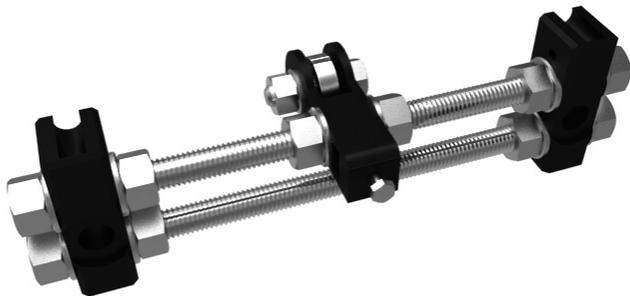

图 3-31 安装前侧脚座
(3) 安装两根前侧脚座,即用两根 M10*210mm 丝杆,插入两个 Y Corner 中,然后分别在两头拧上两个 M10 的螺母和垫片,具体如图 3-31 所示。